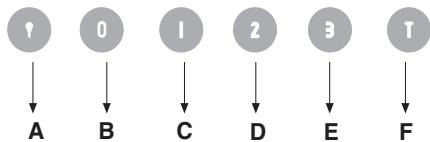

Fig.10
• **COMANDI: (Fig.10) SLIDER** la simbologia è di seguito riportata: